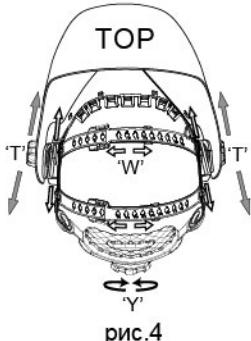

рис.4
Длину окружности оголовья можно увеличить или уменьшить, вращая ручку с нажатием на затылочной части оголовья (см. «Y» на рис.4). Это можно сделать не снимая маски и позволяет получить натяжение, необходимое для надежной фиксации сварочной маски на голове.
• Если наголовник сидит на голове слишком высоко или слишком низко, отрегулируйте ремень, который проходит через макушку. Для этого ослабьте конец ремня, выдавив стопорный штифт из отверстия в ремне. Переместите две части ремня относительно друг друга на требуемую длину и вставьте стопорный штифт в ближайшее отверстие (см. рис.4).
Шаг 1: Ослабьте гайку фиксатор (см. "T" на рис.4), и двигайте маску к или от вашего лица. Убедитесь, что расстояние между обоями глазами и светофильтром одинаковые, чтобы избежать неравномерного затемнения светофильтра.